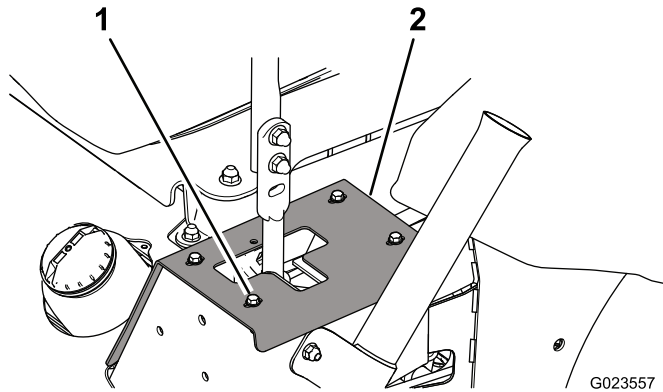

Figura 63
1. Para aceder aos parafusos de montagem do amortecedor, retire os parafusos que fixam as placas do batente à estrutura (Figura 63).